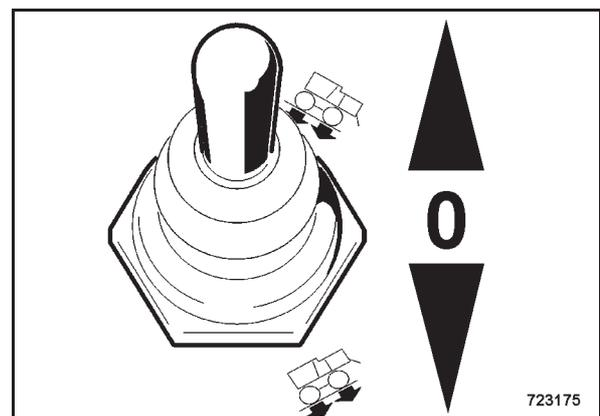

Bild 59
- Kippschalter Vibration (Bild 59) nach vorne oder hinten aussteuern.